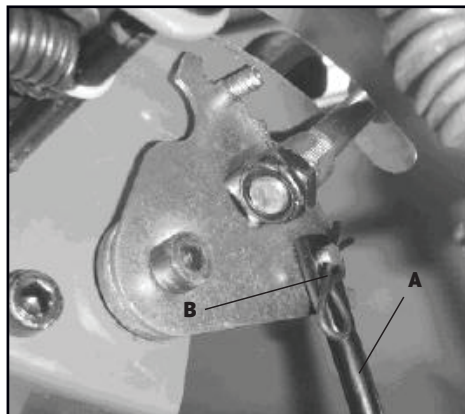

Рис. 3
- Вытащите шплинт **В**, соедините штангу **А** с ручткой панели через отверстие и зафиксируйте шплинтом **В** снова (рис.3).